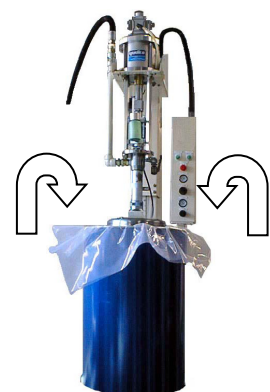

Fig.5.8
- 8) ドラムの縁に広げたビニールシートでインダクタープレートを包むようにしてください。(Fig.5.8)